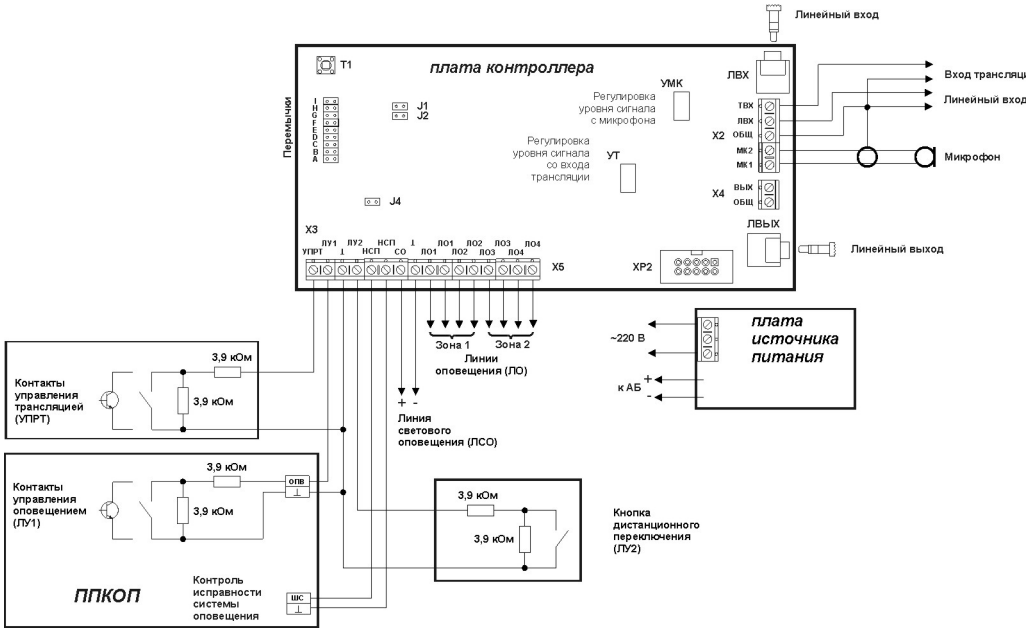

Рис. 1 Схема подключения прибора «Рокот-2»
При необходимости размещения в зоне оповещения максимального количества АС (до 20 АС-2-2 или до 8 АС-2-1) с использованием *только одной линии* оповещения допускается объединение выходов ЛО путем установки переключки между левыми (по рис.1) клеммами выходов ЛО1 и ЛО2 (ЛО3 и ЛО4). Собственное сопротивление проводников такой ЛО должно быть не более 1,5 Ом.
- К клеммам «220В» платы прибора подсоедините кабель сетевого питания (см. рис.1). Подайте на прибор напряжение сети ~220 Вт 50 Гц.
- Снимите перемычку «А» (см. рис.1) и дождитесь прохождения проверки состояния линий оповещения (не более 20 секунд).
- в дежурном режиме работы, открыв крышку прибора, нажать кнопку Т1 на плате контроллера (см. рис.1) и удерживать до загорания индикатора S1.
Переход в тестирование системы происходит *из дежурного режима* при снятии перемычки «С» (см. рис. 1). Пока снята эта перемычка, индикатор НЕИСПР мигает зеленым, контакты выхода «Неисправность» разомкнуты.